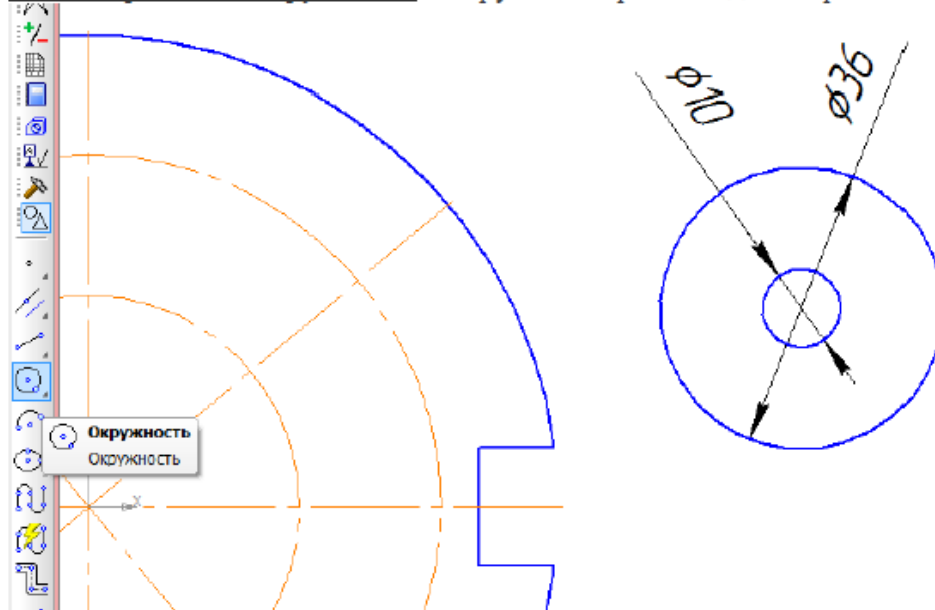

Рисунок 108 – Построение элемента сложного отверстия
7.1 В панели **Геометрия**  выберите команду **Окружность** . Где ни-будь справа от изображения на чертеже постройте две концентрические окружности  $\varnothing 10$  и  $\varnothing 36$ , рис. 108.